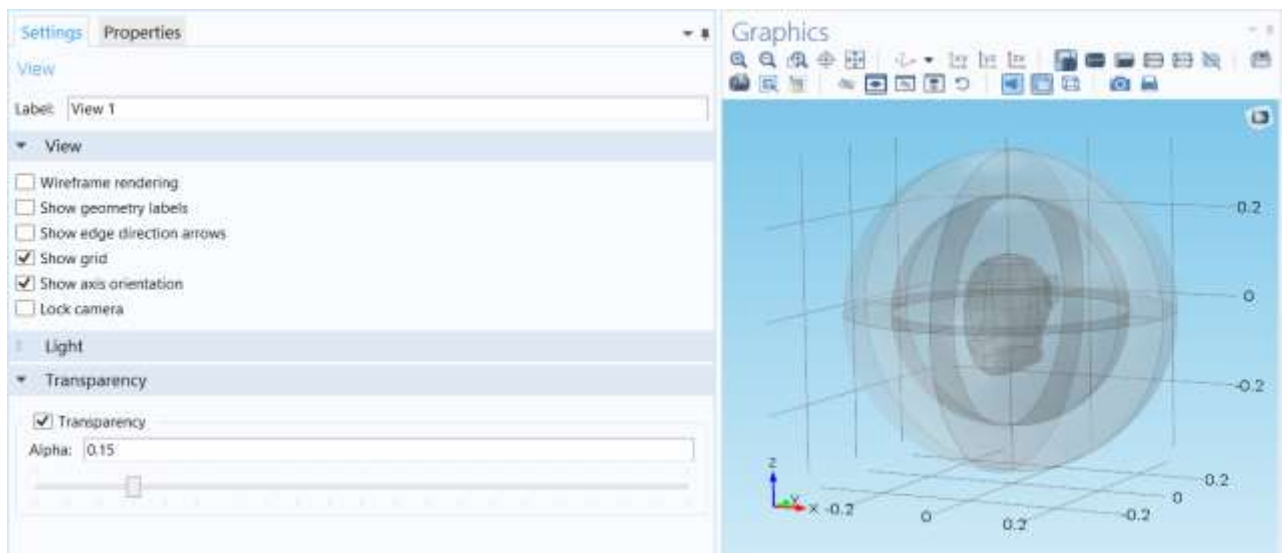

Рис. 11.14. Просмотр изображения головы в поглощающем слое
3. Установите прозрачность **Transparency** (рис. 11.14).